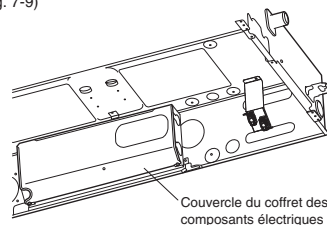

Fig. 7-9
- (1) Ouvrir le couvercle du coffret des composants électriques. (Fig. 7-9)